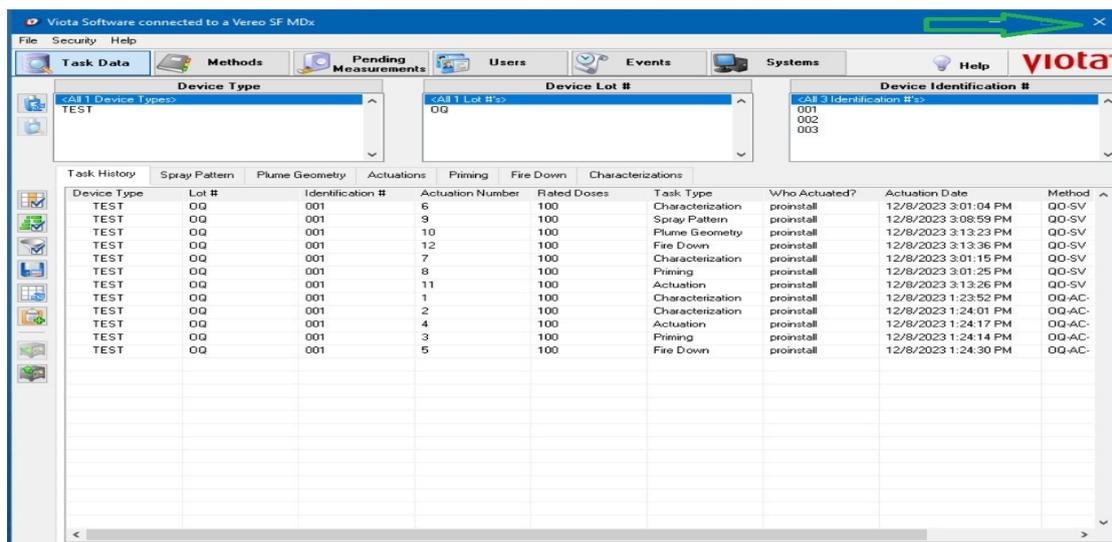

Figura 115. Botão de fechamento do software Viota.
- Feche o Software, clicando no botão "X" conforme Figura 115.